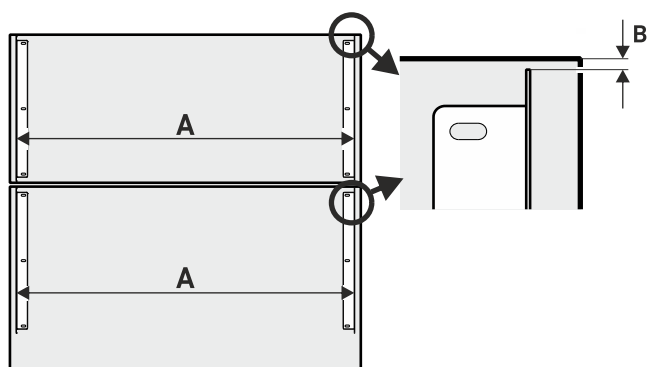

Fig. 40
- Namontujte upevňovací úhelníky s ohledem na vzdálenost Fig. 40 (A) a vzdálenost Fig. 40 (B).